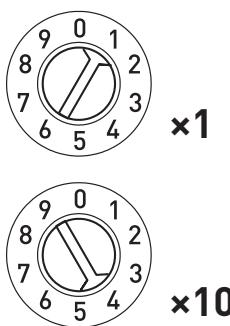

Рисунок 2. Адрес 41.
- 3.3. Установите DALI-адрес, соответствующий адресу управляемого диммера. Адрес устанавливается двумя вращающимися переключателями. Первым переключателем устанавливаются единицы, вторым — десятки. На Рис. 2 показан пример установки адреса 41. Максимальный возможный диапазон адресов на шине DALI — 0...63. При установке адреса 64 панель переходит в широковещательный режим.